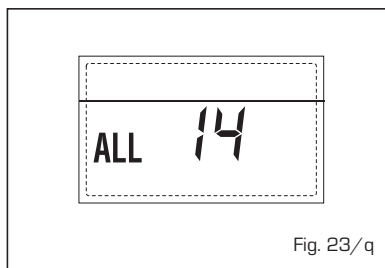

Fig. 23/q
- **"ALL 15" FAN ERROR** (Fig. 23/r)